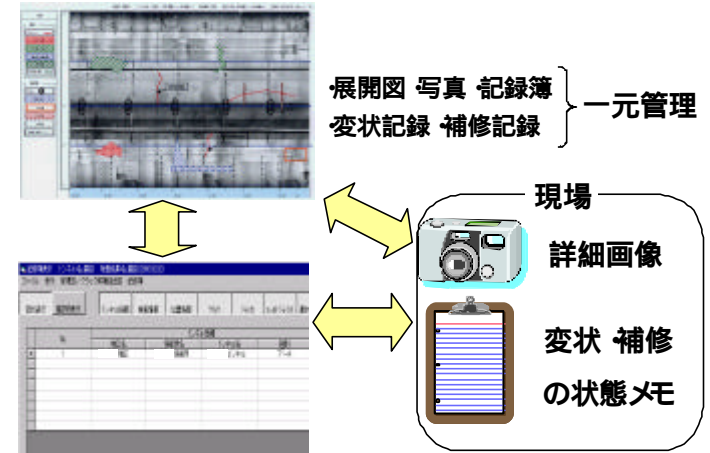

図4 トンネル検査データベース
- ・現場検査結果を反映した変状展開図の作成が行えるとともに、下げ束、漏水とい等の添架物情報、補修情報等の入力により、変状記録と補修記録を一元的に管理出力するものとした（図4）。